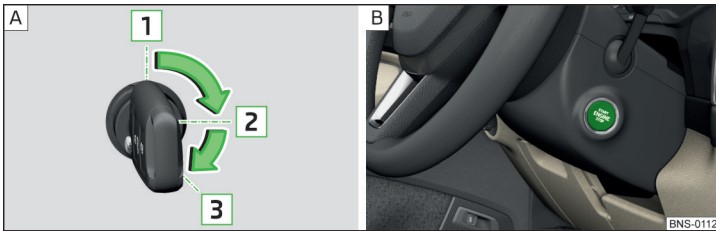

Abb. 253 Positionen des Fahrzeugschlüssels im Zündschloss / Starterknopf
Positionen des Fahrzeugschlüssels im Zündschloss » Abb. 253 - [A]
› Den Knopf drücken » Abb. 253 - [B], die Zündung wird ein-/ausgeschaltet.
- › Bei Fahrzeugen mit **Zündschloss** den Schlüssel in die Position **3** drehen » Abb. 253 auf Seite 220 - [A], es erfolgt der Startvorgang. Dann den Schlüssel loslassen, der Motor springt automatisch an.
- › Bei Fahrzeugen mit **Starterknopf** den Knopf kurz drücken » Abb. 253 auf Seite 220 - [B], der Motor springt automatisch an.
- › Bei Fahrzeugen mit **Zündschloss** den Schlüssel in die Position **1** drehen » Abb. 253 auf Seite 220 - [A].
- › Bei Fahrzeugen mit **Starterknopf** den Knopf drücken » Abb. 253 auf Seite 220 - [B], der Motor und die Zündung werden gleichzeitig ausgeschaltet.
› Den Knopf gedrückt halten » Abb. 253 auf Seite 220 -  oder zweimal innerhalb von 1 Sekunde drücken.